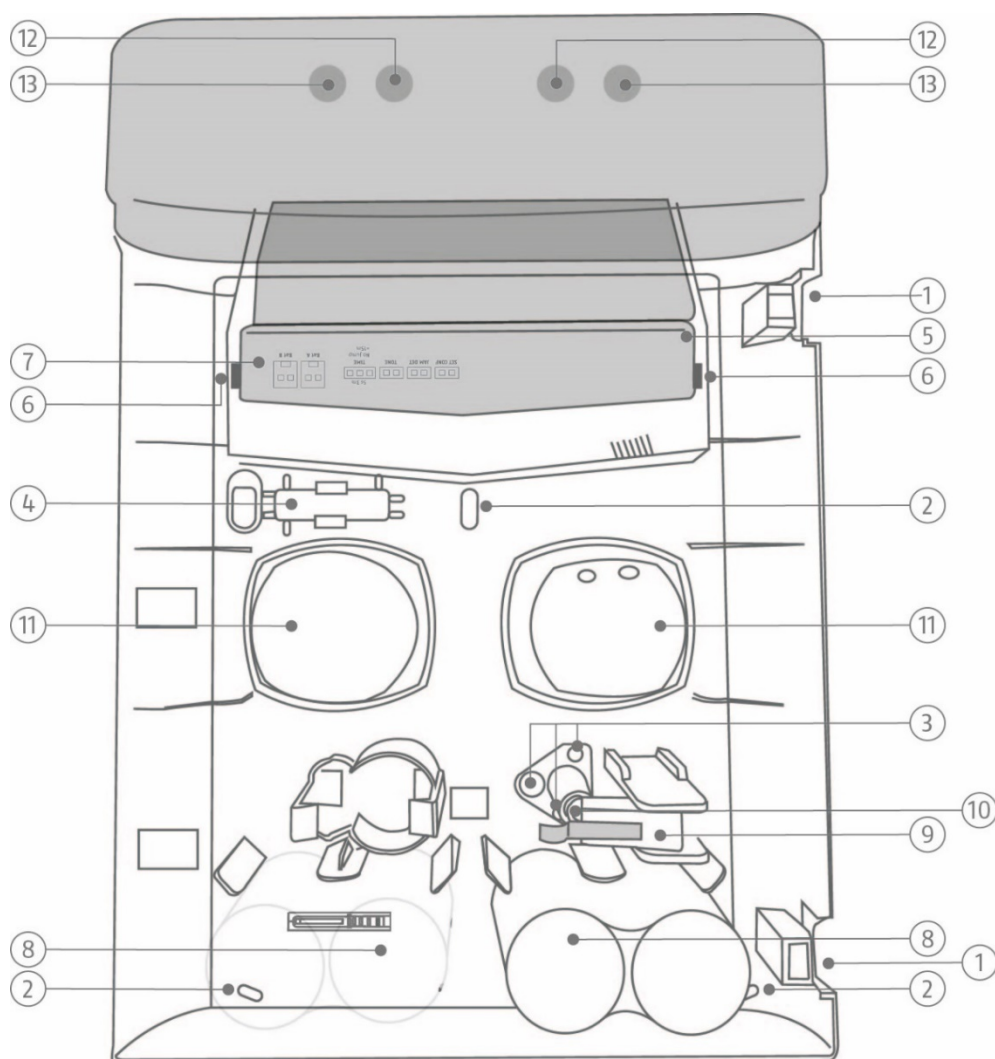

Figura 1: panoramica della sirena
- Aprire le due coperture delle due viti del coperchio (vedere figura 1).
- Togliere la copertura dei ponti/dei collegamenti (vd. figura 1) spingendo entrambe le linguette verso l'esterno (vd. figura 1) e contemporaneamente sollevando la copertura.
- Confermare l'interruttore manomissione (vedi figura 1).